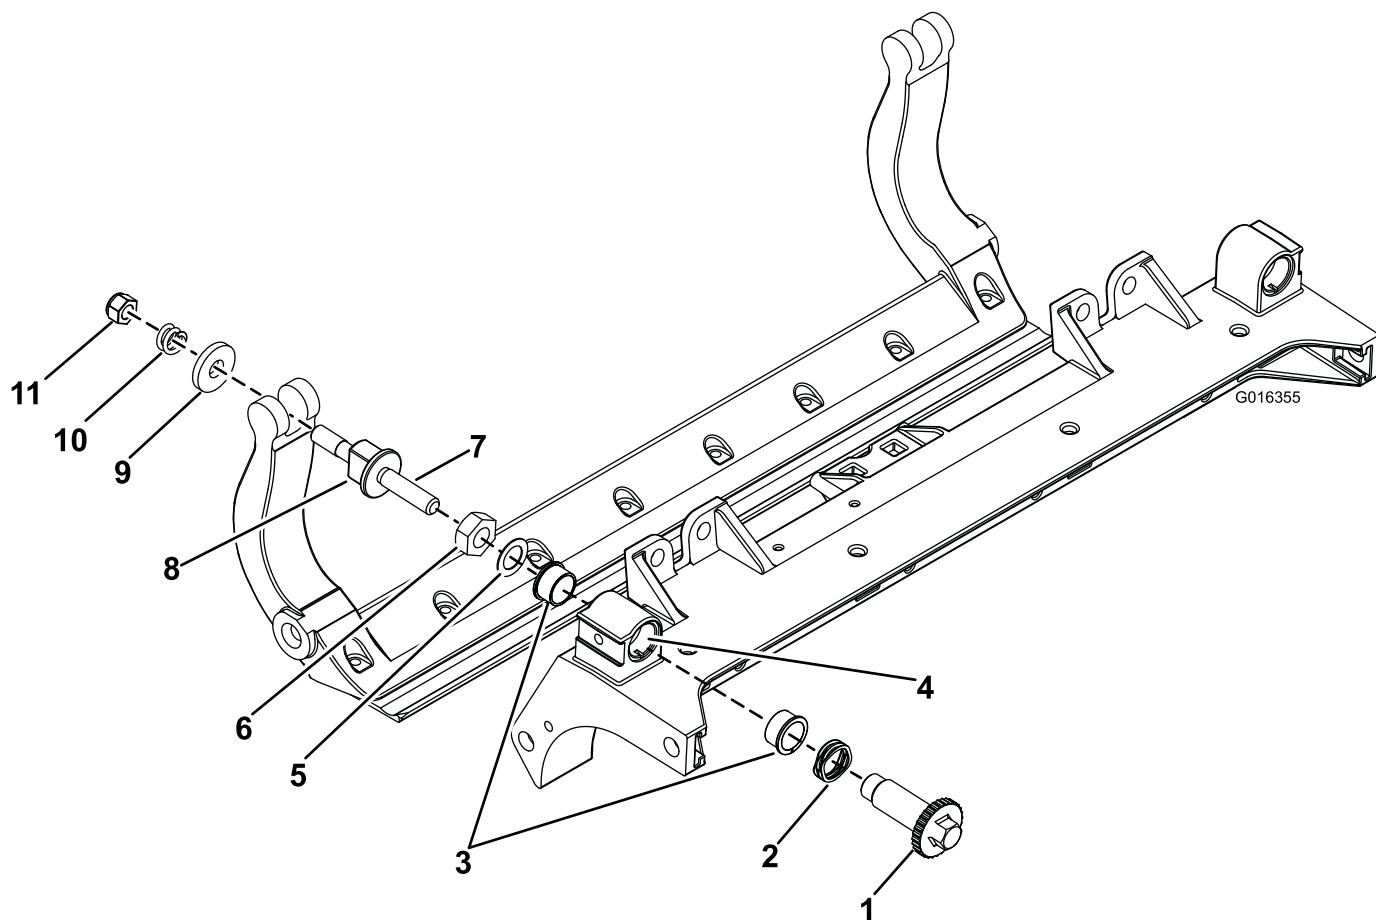

Figura 33
1. Rimuovete tutti i componenti; fate riferimento alle Istruzioni per l'installazione del kit DPA HD Modello 120-7230 e a Figura 33.
2. Applicate del lubrificante antigrippaggio all'interno dell'elemento in cui vanno montate le boccole, sul telaio centrale dell'apparato di taglio (Figura 33).
3. Allineate le chiavette sulle boccole flangiate alle scanalature sul telaio e montate le boccole (Figura 33).
4. Montate una rondella ondulata sull'albero del dispositivo di regolazione e inserite l'albero all'interno delle boccole flangiate sul telaio dell'apparato di taglio (Figura 33).
5. Fissate l'albero del dispositivo di regolazione con una rondella piana e un dado di bloccaggio (Figura 33). Serrate il dado di bloccaggio a un valore compreso tra 20 e 27 N·m.
- B. Posizionate una rondella in acciaio all'esterno di ciascuna rondella in nylon (Figura 33).